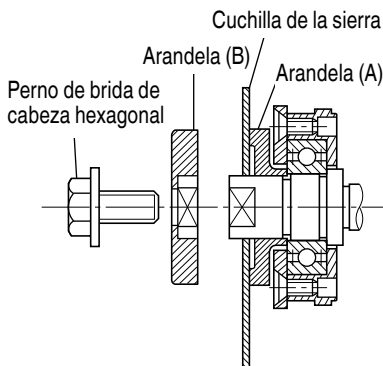

Fig. 14
2. Montaje de la cuchilla de la sierra (Fig. 14)
- (1) Quite completamente las virutas que se hayan acumulado en el husillo, perno y arandela.
- (2) Para montar la cuchilla de la sierra, los lados cóncavos de ambas arandelas, (A) y (B), deberán colocarse en los lados de la cuchilla de la sierra. Monte la cuchilla de la sierra en el husillo y fije finalmente la arandela (B) (consulte la Fig. 14).
- (3) Para asegurar una dirección de giro apropiada de la cuchilla de sierra, la dirección de la flecha de la cuchilla de la sierra deberá coincidir con la dirección de la flecha de la cubierta de la cuchilla.
- (4) Utilizando los dedos, apriete todo lo posible el perno hexagonal que retiene la cuchilla de la sierra. Y luego presione la palanca de bloqueo, bloquee el husillo y apriete a fondo el perno.
- (5) Confirme que la palanca de bloqueo esté en la posición original.